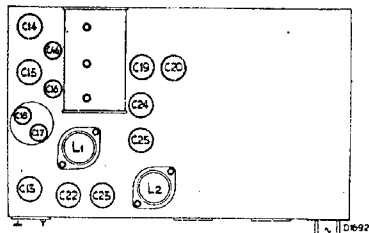
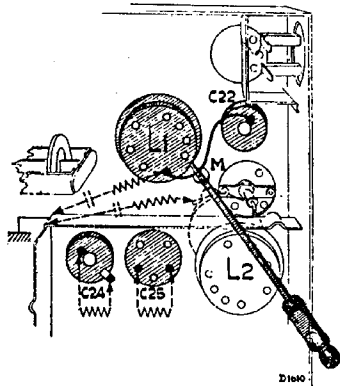

Fig. 4
Fig. 5
3. C24 dempen met 25000 Ohm, (fig. 5) C25 (fig. 4) trimmen op max. output, daarna dempingsweerstand wegemen.
4. Hulpapparaat aansluiten (b.v. met contactstift door gat in chassis (fig. 5), C22 dempen met 2000 Ohm met 0,1  $\mu$ F, te trimmen toestel afstemmen.